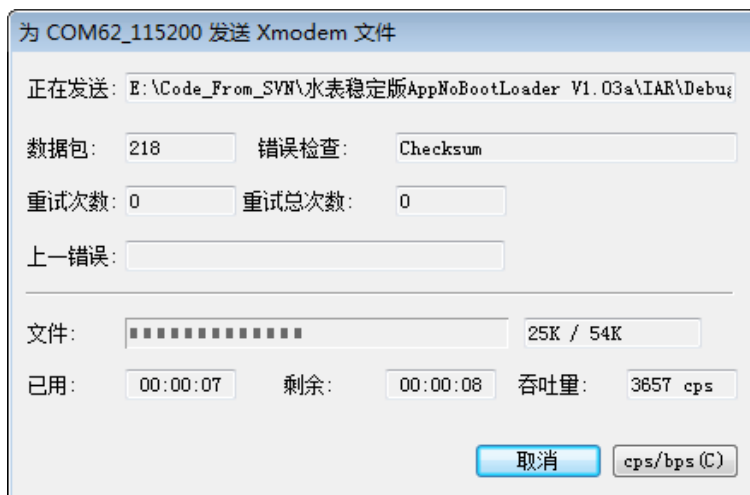

图 5.10 超级终端 BootLoader 升级过程
在进入 BootLoader 的 10 秒中内，点击“发送 (S)”，进入软件升级。升级时间根据具体的 Hex 文件大小确定，54kB 的文件大概 15 秒，升级过程如图 5.10 所示。